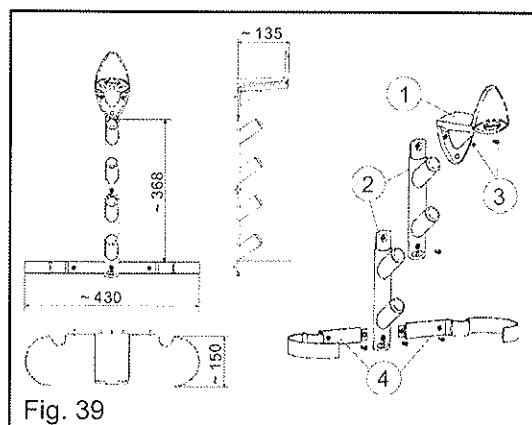

Fig. 39
Skruva slanghållaren [fig. 39; (1)] på plats [på ca 150 cm höjd]. Fäst munstyckshållaren (2) vid slanghållaren så att munstyckshållarens överdel kommer under slanghållaren. Skruva (3) fast väggstativet i väggen.